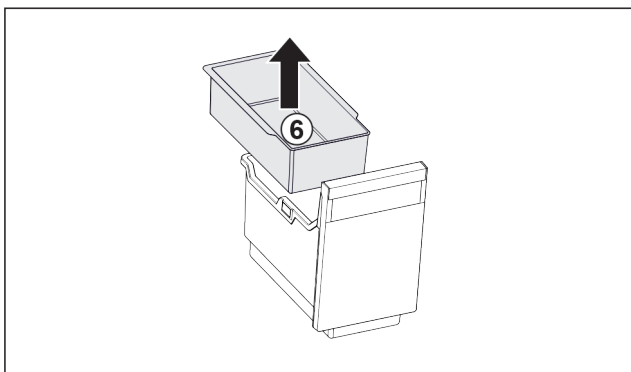

Fig. 81
- Retirer le Fig. 81 (6) balconnet pour glaçons.